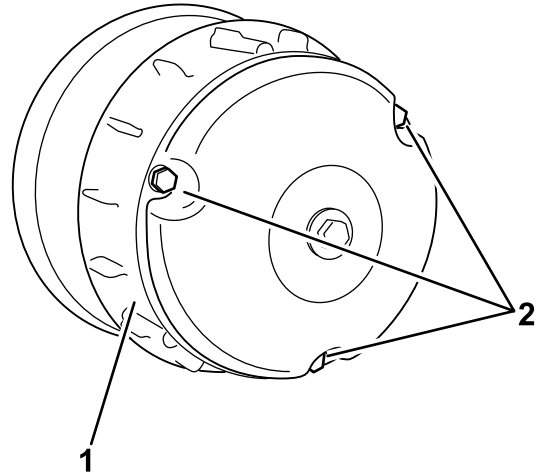

Figura 64
2. Retire los 3 pernos que sujetan la cubierta al embrague, y retire la cubierta (Figura 64).
4. Instale la tapa del embrague, fijándola con los 3 pernos (Figura 64) que retiró en 2.